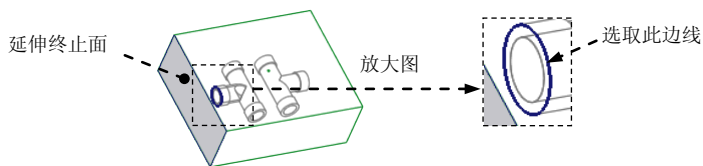

图 15.23 选取延伸终止面
(1) 按住 **Shift** 键，选取图 15.23 所示的复制边线。
(2) 单击 **分型面** 功能选项卡 **编辑** 区域的 延伸按钮, 此时出现 **延伸** 操控板。
(3) 选取延伸的终止面。在操控板中按下按钮 。选取图 15.23 所示的坯料的表面为延伸的终止面。
(4) 单击 按钮, 完成延伸曲面的创建。